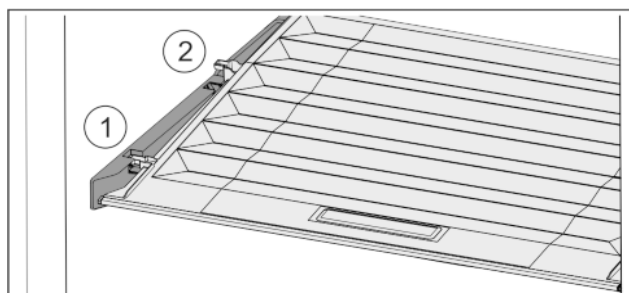

Fig. 15
- ▶ Deksel tot de opening in de vasthouders naar voren trekken Fig. 15 (1).
- ▶ Aan de achterkant vanaf de onderkant omhoog tillen en vanaf de bovenkant verwijderen Fig. 15 (2).